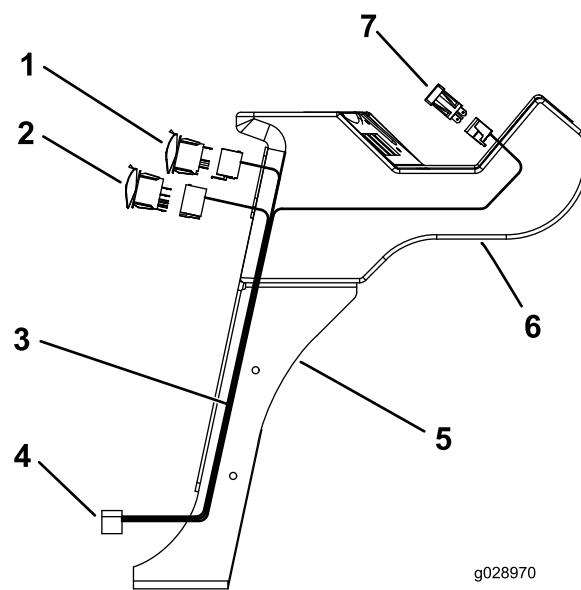

Bild 26
3. Verlegen Sie das längste Ende des Anschlusskabels nach unten zum Steuerarm (Bild 26).